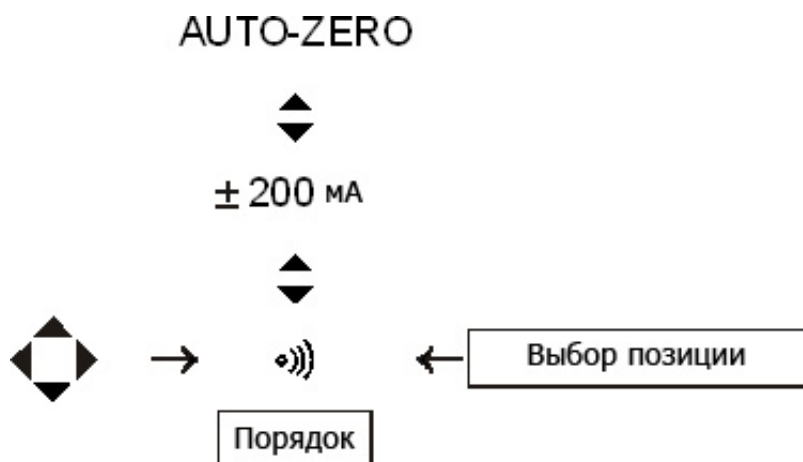

Рис.34. Установка режима измерения сопротивления низким напряжением
- Установить режим измерения $\bullet \gg \gg \gg$ (видимый на линейке функции измерения) согласно алгоритму, представленному на Рис.34;